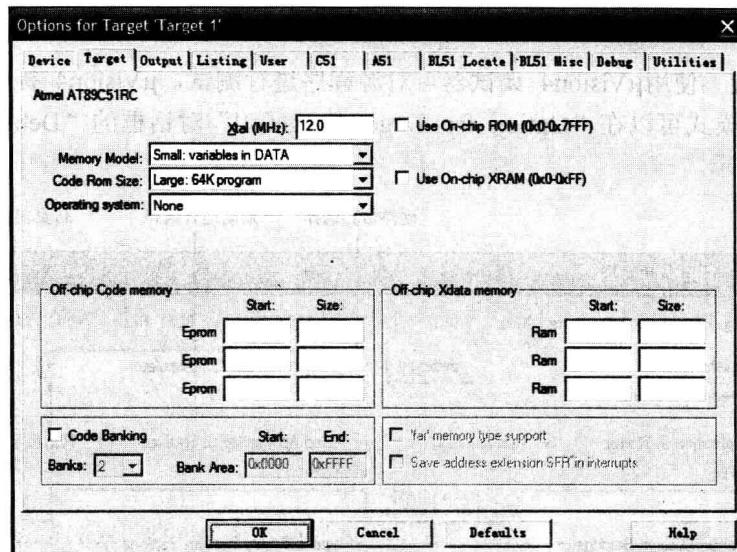

图 1-7 “Options for Target 'Target 1'” 对话框
3) 为 目 标 设 定 工 具 选 项 单击图标 或 执 行 菜 单 命 令 “Project” → “Options for Target”，将 会 出 现 “Options for Target 'Target 1'" 对 话 框，如 图 1-7 所 示。在 “Target” 选 项 卡 中 可 以 对 目 标 硬 件 及 所 选 器 件 片 内 部 件 进 行 参数 设 定。表 1-1 描 述 了 “Target” 选 项 卡 的 选 项 说 明。